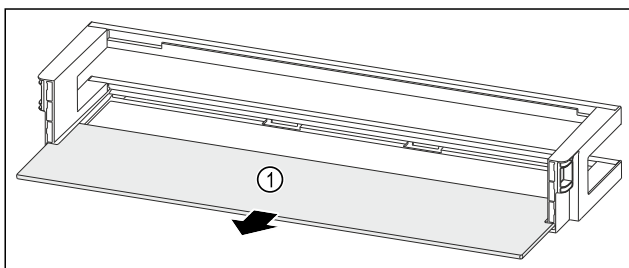

Fig. 199 Türabsteller mit Abstellfläche
- ▶ Abstellfläche Fig. 199 (1) entnehmen.